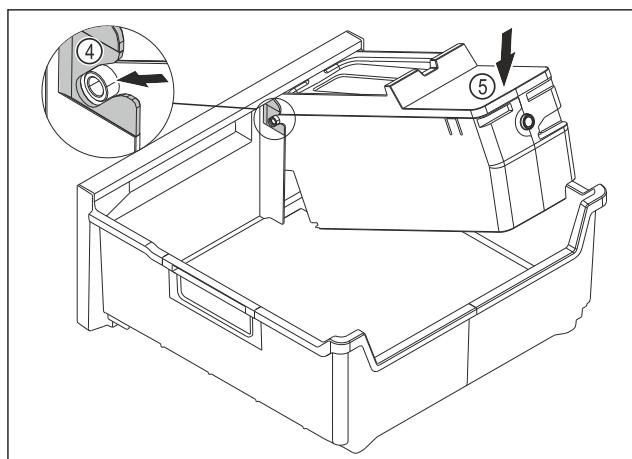

Fig. 216
- ▶ Смонтируйте корпус EasyTwist-Ice: Вставьте оси корпуса EasyTwist-Ice в направляющие Fig. 216 (4).
- ▶ Вдавите корпус EasyTwist-Ice Fig. 216 (5) вниз.